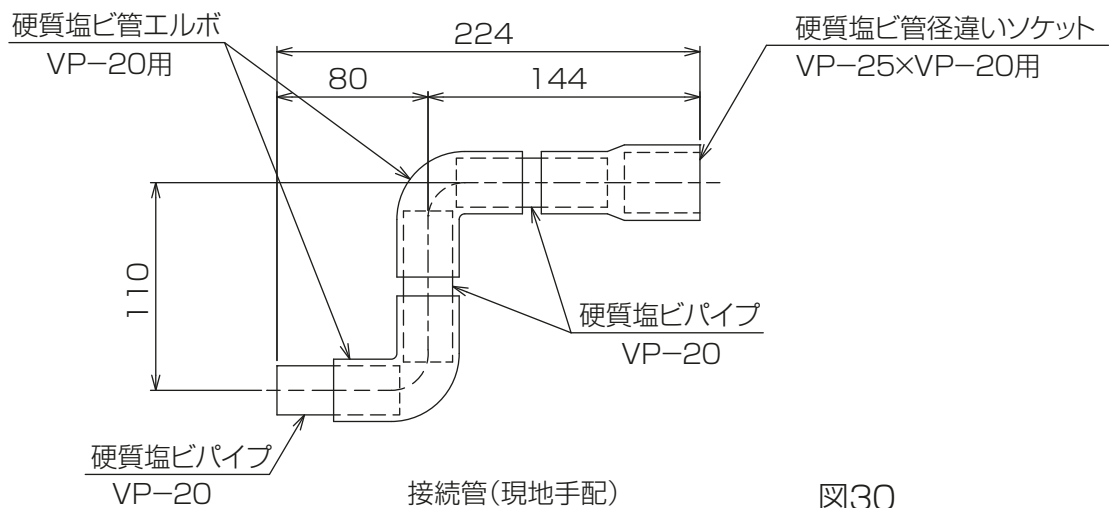

図30
(1)硬質塩ビ管径違いソケット(VP-25×VP-20用)、硬質塩ビ管エルボ(VP-20用)、硬質塩ビパイプ(VP-20)にて接続管を製作してください。[図30]